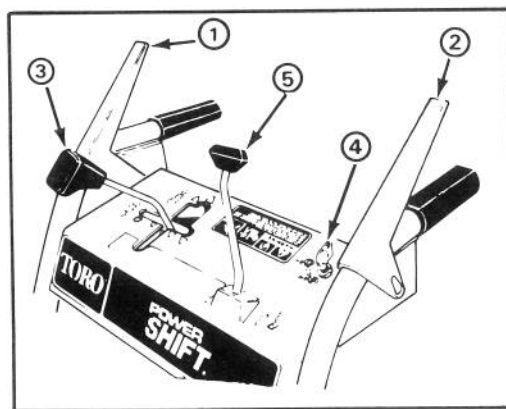

Figure 9
**Commande de tarière/roue hélice (fig. 9)**— Cette commande peut se régler sur deux positions : EMBRAYÉE et DÉBRAYÉE. Pour embrayer la tarière et la roue hélice, appuyez le levier contre la poignée droite. Pour débrayer, relâchez le levier.
**Commande d'entraînement de traction (fig. 9)**— Pour engager la traction ou mettre le mécanisme Power Shift en service, le levier doit être pressé contre la poignée gauche. Pour arrêter la traction, relâchez le levier.
**Commande de changement de vitesse (fig. 9)**— La commande présente quatre vitesses avant et deux arrière et permet également l'asservissement Power Shift des roues. Pour passer les vitesses, réglez cette commande sur la position désirée.
**Verrouillage de la tarière (fig. 9)**— Lorsque les commandes de tarière/roue hélice et d'entraînement de traction sont enclenchées, la commande de traction verrouille la commande de tarière/roue hélice en position enfoncée. Il suffit de relâcher la première pour désenclencher la seconde.
**Commande de goulotte d'éjection (fig. 9)**— Faites tourner la commande de goulotte d'éjection dans le sens horaire afin d'orienter la goulotte vers la droite et dans le sens inverse pour l'incliner de l'autre côté.
**Contacteur d'allumage (fig. 9)**— Le contacteur se règle sur deux positions CONTACT MIS et CONTACT COUPÉ. Tournez la clé sur CONTACT MIS avant de faire démarrer le moteur et sur CONTACT COUPÉ pour arrêter celui-ci.
1. Réglez la commande de changement de vitesse au point mort (N) et la commande des gaz en position "rapide" (FAST) (fig. 9).
4. Mettez le contact (fig. 9).
1. Relâchez les commandes d'entraînement de tarière/roue hélice et de traction (fig. 9).
2. Réglez le sélecteur de vitesse au point mort (N).